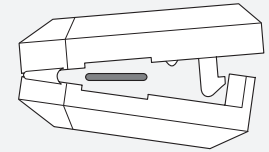

Figure 27. Fente de rayon et fermoir.
2. Fermez l'aimant de sorte que le rayon se trouve dans la gorge de l'aimant (Figure 27). Pincez l'aimant jusqu'à ce que le fermoir soit engagé.